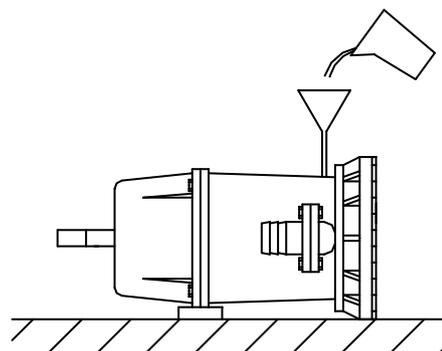

図 4
- (1) ご使用前に必ず絶縁抵抗の測定をしてください。絶縁抵抗値は  $1\text{M}\Omega$  以上あれば運転に支障ありませんが  $1\text{M}\Omega$  以上あっても、急に低下し始めているものは異常と考えられますので修理が必要です。
- (2) 運転中の電流値、電流計のふれを点検してください。ふれの大きい場合は異物をかみ込んでいる恐れがあります。付着した異物を取り除いてください。
- (3) 吐出し量が急激に減少している場合には、吸込口(ストレーナ部)に異物がつまっている恐れがあります。付着した異物を取り除いてください。
- (4) ポンプ性能が徐々に低下した場合は、ケーシングや羽根車の摩耗が考えられます。各部を点検し摩耗している部品は早期に交換してください。
- (5) 使用後に、メカニカルシールの潤滑油を点検・交換して頂きますと、メカニカルシールの寿命が長くなります。この際、潤滑油に水が浸入し、白濁している場合は、メカニカルシールの不良ですので交換が必要です。潤滑油交換時には図 4 のように注油栓を上にし、ポンプを水平に置いて表 2 に示す潤滑油を必ず規定量注油してください。この時ポンプをゆすったりして、規定量以上注油しますと、メカニカルシール室の内圧上昇により、シール寿命が著しく低下します。注油後はシールワッシャを介し、注油栓を十分に締付けてください。
メカニカルシール室の潤滑油の交換は 6 ヶ月毎に行ってください。この際潤滑油に水が混入し白濁している場合は、メカニカルシールを交換してください。潤滑油の交換時には図 4 のように注油栓を真上にし、ポンプを水平に置いて表 2 の潤滑油量を必ず規定量注油し、シールワッシャを介し注油栓を十分に締め付けてください。